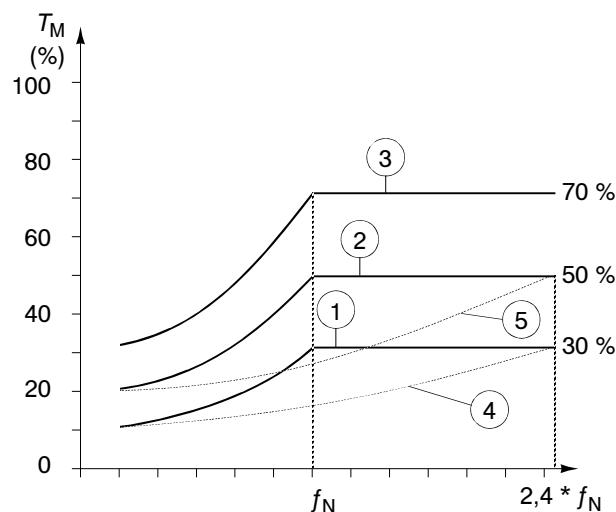

Рис. 6-21. Типы кривых недостаточной нагрузки. T_M – номинальный крутящий момент, f_N – номинальная частота электродвигателя.
- 30.15 UNDERLOAD CURVE** Этот параметр позволяет выбрать одну из пяти кривых нагрузки, приведенных на Рис. 6-21. Функция защиты от недогрузки включается, если нагрузка электродвигателя ниже выбранной кривой в течение времени, заданного параметром 30.14 UNDERLOAD TIME. Кривые 1 ... 3 достигают максимума при номинальной частоте электродвигателя (заданной параметром 99.07 MOTOR NOM FREQUENCY).